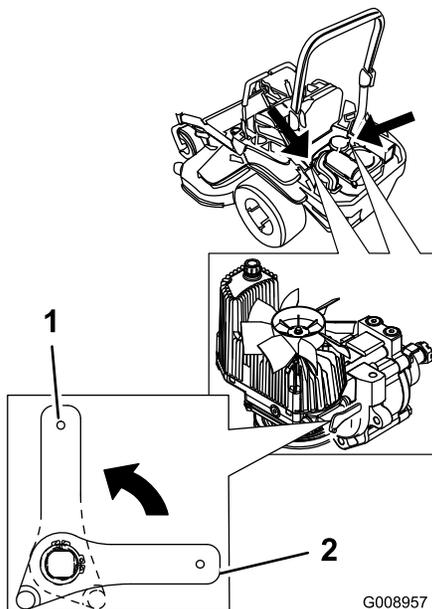

Figura 38
2. Gire las palancas de las válvulas de liberación a la posición vertical para empujar la máquina (Figura 38).
4. Gire las palancas de las válvulas de liberación a la posición horizontal para conducir la máquina (Figura 38).